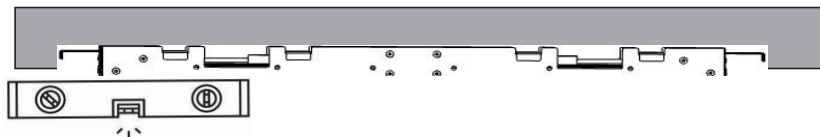

FIG.4
- SV** En korrekt placering av stödramen förutser vattenutgångar i centralt läge och inriktning av ramens nedre kant med takets yttre yta. Innan du fäster ramen ska du försäkra dig om att denna är korrekt inriktad med taket (Fig. 4). Försegla eventuella utrymmen mellan ramen och taket. (Fig. 5). Försäkra dig om att tömma och rengöra vattensystemet innan du ansluter duschhuvudet (Fig. 5).
固定框架前，请确保框架已经正确同顶板对齐（图4）。